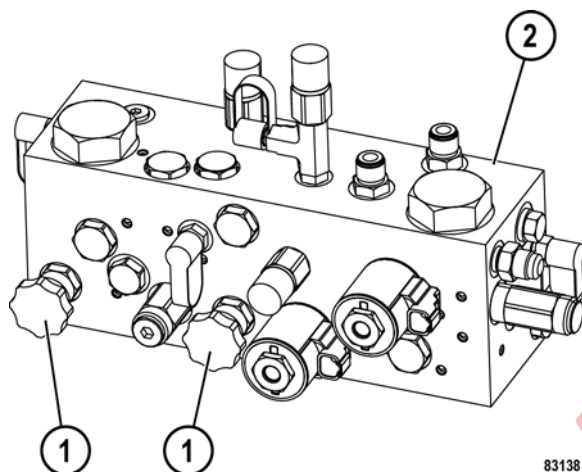

FIGURA 10-8. MÚLTIPLE DE FRENOS
17. Asegúrese de que ambas válvulas de purga del acumulador (1, Figura 10-8) estén abiertas.
28. Cierre las dos válvulas de purga del acumulador del frenos (1, Figura 10-8).
31. Si el paso 30-b se realiza de manera exitosa, abra ambas válvulas de purga del acumulador de frenos (1, Figura 10-8) en el múltiple de frenos para despresurizar completamente los acumuladores de frenos. Después de que se haya liberado toda la presión hidráulica, cierre ambas válvulas de purga del acumulador. Realice los pasos 29 a 31 cinco veces.